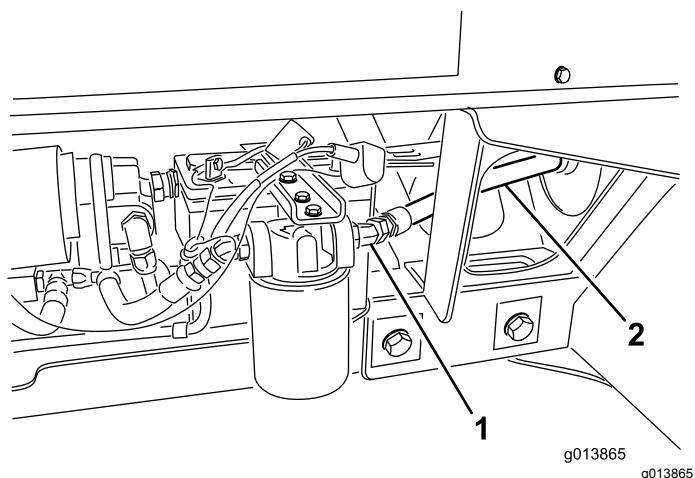

Bild 11
37. Schließen Sie den Hydraulikschlauch Nr. 3 an den Filterauslass an (Bild 11).